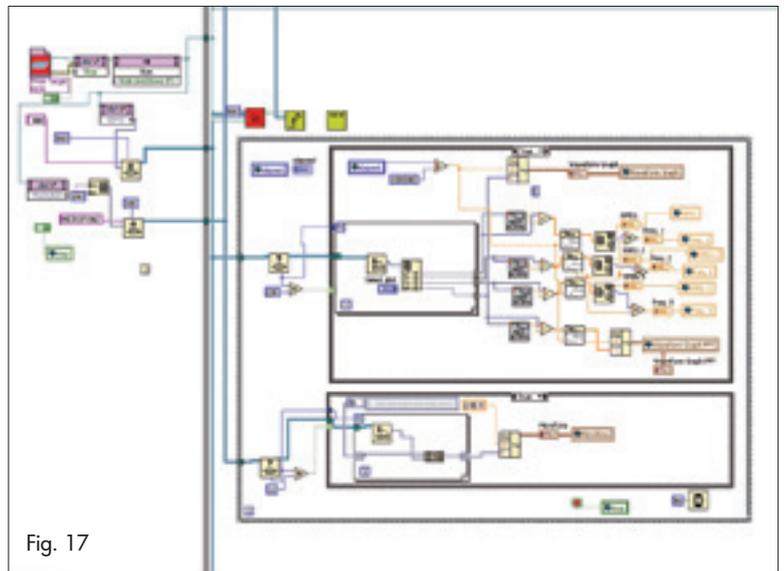

Fig. 17
- Selezionare con il tasto destro del mouse l'icona vuota (No target); selezionare la voce di menù "Configure Open FPGA VI reference". Compare quindi una finestra che consente di scegliere se collegare il file bitstream o il VI compilato in precedenza per FPGA (Fig. 17).
Nella Fig. 17 è visualizzata una porzione di codice della parte Real Time che inizializza la comunicazione con l'FPGA. Si possono notare le seguenti cose: